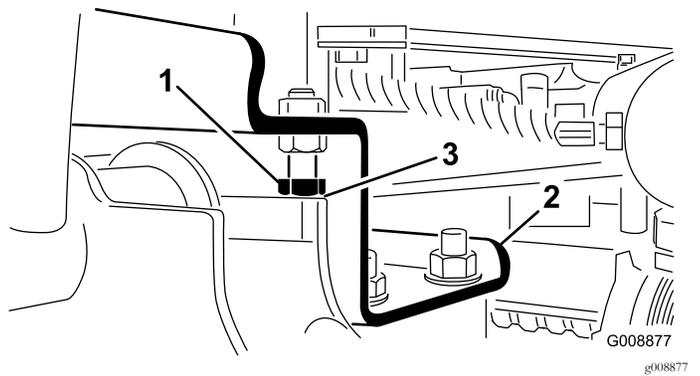

图26
- A. 拧松止动螺栓、调整油缸以获得所需间隙 图26。
- 2. 检查并确保各个提升臂与止动螺栓之间的间隙介于 0.131.02mm 之间 图26。